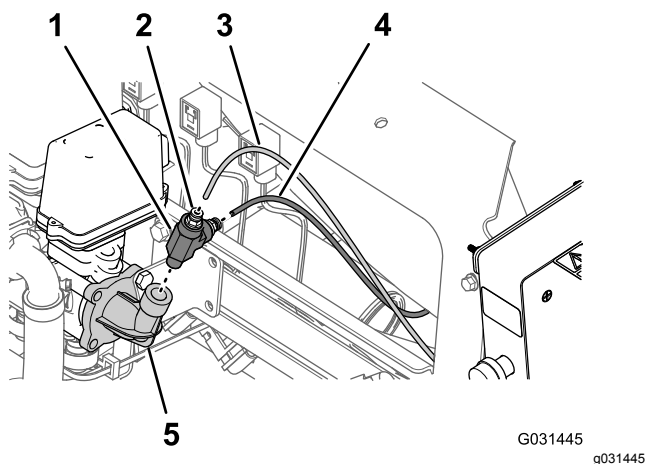

Figura 17
1. Nel gomito a 90° sul lato destro della valvola di comando della pressione dell'avvolgitubo, premete il collare di sicurezza dell'accoppiatore del tubo e rimuovete il tubo di rilevamento della pressione del manometro dell'avvolgitubo (Figura 17).
2. Premete sul collare di sicurezza dell'accoppiatore del tubo e rimuovete il tubo di rilevamento della pressione del manometro nel cruscotto della macchina (Figura 17).
3. Rimuovete il raccordo a T dal gomito a 90° della valvola di comando della pressione (Figura 17).